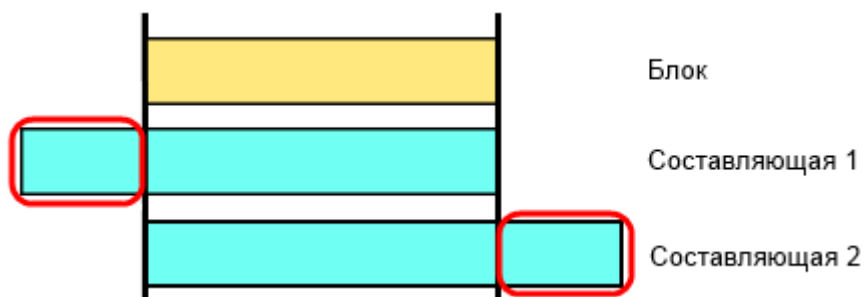

Рисунок 13.39 – Отрезки заявок на составляющие, выходящие за срок ремонта блока, учитываются как отдельные ремонты
- каждый отрезок заявки на составляющую, выходящий за срок ремонта блока, учитывается как отдельный ремонт (Рисунок 13.39).